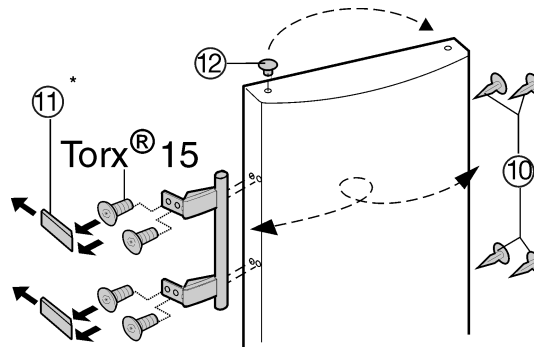

Fig. 6
- ▶ Løft pluggen Fig. 6 (12) ut av lagerhylsen i døren og flytt den over til den andre siden.
- ▶ Demonter puggene Fig. 6 (10) og trykkplatene Fig. 6 (11) og sett de over på motsatt side.